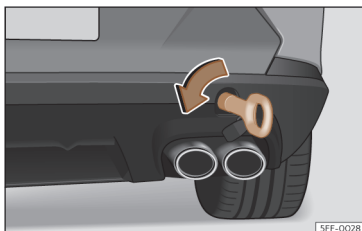

Fig. 202 No lado direito do para-choques traseiro: argola de reboque enroscada.
- Enrosque a argola de reboque no alojamento girando-a ao máximo **no sentido contrário ao dos ponteiros do relógio** >>> **Fig. 202**, >>> ①. Utilize um objeto adequado com o qual possa enroscar completa e firmemente a argola de reboque no seu alojamento.